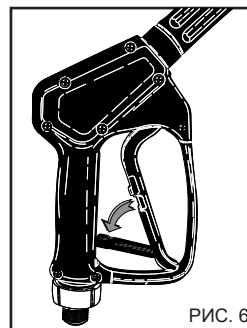

РИС. 6
Когда аппарат не используется, закройте предохранительной устройство, расположенное на ручке, рис. 6.
- 2 - Остановите аппарат для мойки, нажав на кнопку D, рис. 6А.